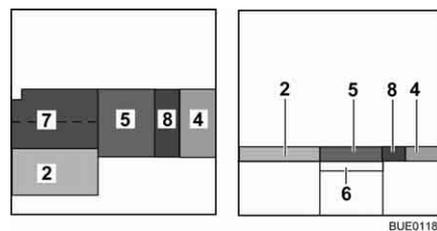

Bild 116 Nach dem Umbau
- Bettkasten-Verlängerung (Bild 116,6) herausziehen.
- Das Sitzpolster (Bild 116,5) in die Mitte legen.
- Das Rückenpolster (Bild 116,4) zwischen das Sitzpolster und die Wand legen.
- Das Zusatzpolster (Bild 116,8) zwischen das Sitzpolster und das Rückenpolster legen.